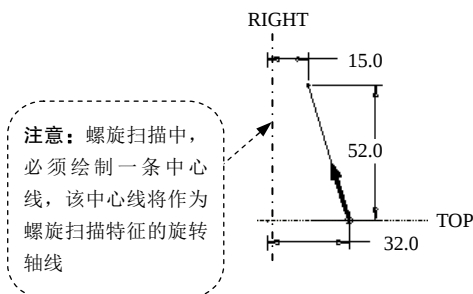

图 3.25.2 螺旋扫描轨迹线
(1) 在操控板中确认“实体”按钮 和“使用右手定则”按钮 被按下。
(2) 单击操控板中的 **参考** 按钮，在弹出的界面中单击 **定义...** 按钮，系统弹出“草绘”对话框。
(3) 选取 FRONT 基准平面作为草绘平面，选取 RIHGT 基准平面作为参考平面，方向为 **右**，系统进入草绘环境，绘制图 3.25.2 所示的螺旋扫描轨迹草图。
(4) 单击 按钮，退出草绘环境。